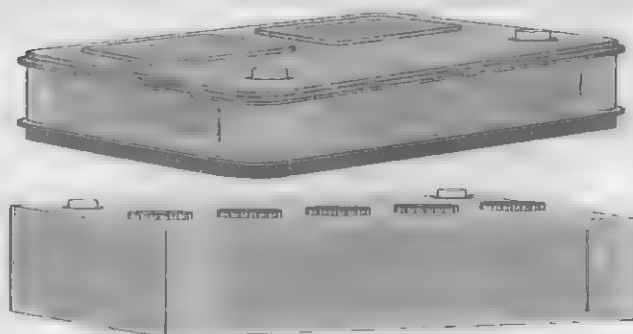

Рис. 3.5 Крышки батарей со снимаемыми крышками или планками
1. Если у вас старый тип батареи со снимаемыми крышками банок, снимите их (рис. 3.5).